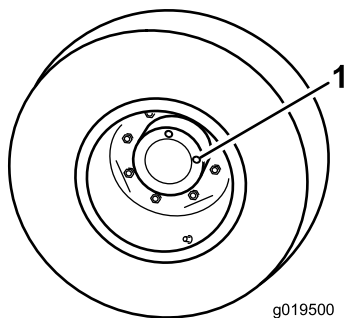

Рисунок 16
1. Поставив машину на ровную поверхность, расположите колесо так, чтобы одна контрольная пробка находилась в положении «12 часов», а вторая — в положении «3 часа» (Рисунок 16).
2. Снимите пробку, находящуюся в положении «3 часа» (Рисунок 16).